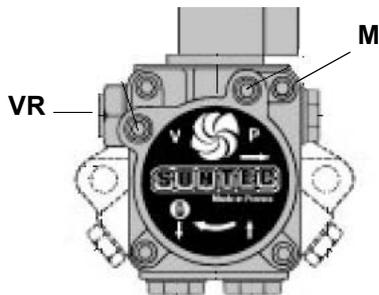

Рис. 17
- 3 выпустить воздух со штуцера (**M**) манометра насоса (Рис. 17), расслабив слегка заглушку, но не снимая ее; затем отпустить контактор;